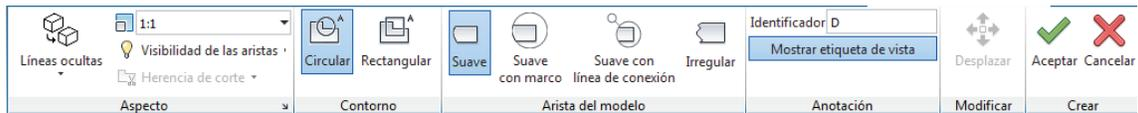

Fig. 7 Opciones de la vista de detalle
- **Detalle (Orden VERDETALLE):** Permite realizar vistas de detalle de zonas de la pieza que necesitan una escala mayor que la general para poder realizar una correcta visualización y acotación. La orden solicita seleccionar la vista padre en la que está situada la zona a ampliar, pidiendo el centro de la zona que se desea visualizar. En la fig. 7 están representadas las diferentes opciones de la orden, entre ellas la elección de la escala de la vista (Grupo aspecto).